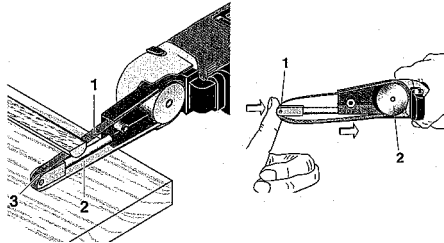

Fig. 3
2. Die Schleiffläche 2 (Fig. 3) eignet sich besonders zum Bearbeiten von planen Flächen. Mit der Schleiffläche 1 bearbeitet man am besten Rundungen. Die Stirnseite 3 ist geeignet für Arbeiten an engen Öffnungen und Vertiefungen.
2. The grinding surface 2 (Fig. 3) is particularly suitable for processing plane surfaces. Curves are best processed with grinding surface 1. Surface 3 is suitable for operations in narrow apertures and cavities.